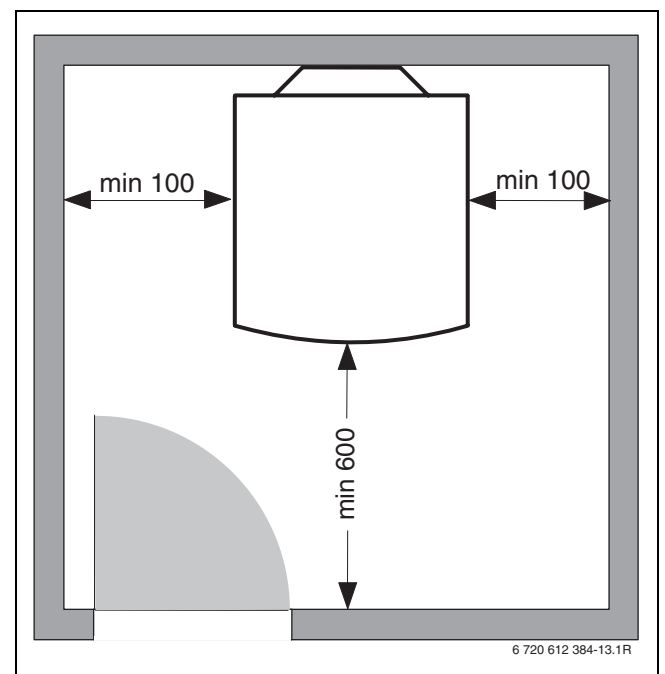

Fig. 2 Distancias mínimas recomendadas con respecto a la pared
- ▶ Respetar las distancias mínimas con respecto a la pared (→ Fig. 2 en página 5).